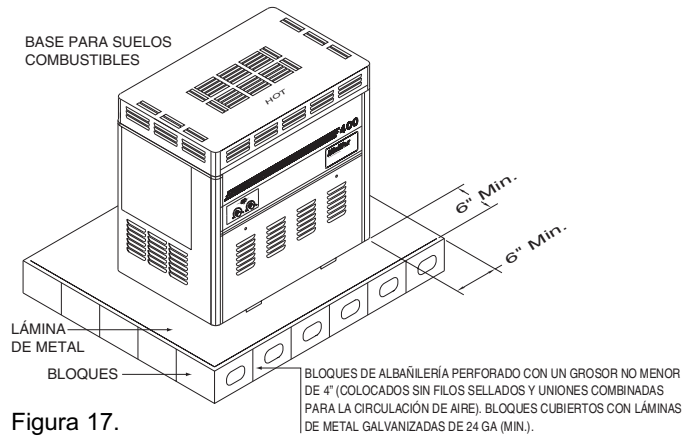

Figura 17.
- Construya una base no combustible hecha a base de material de construcción como se ilustra en la Figura 17.